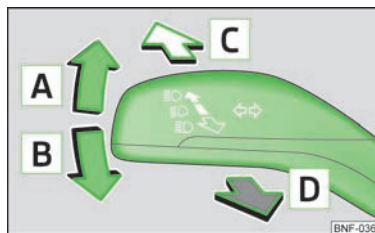

Fig. 24
- Para ligar os máximos, pressione a alavanca dos máximos para a frente » Fig. 24.
- Pressione a alavanca para cima **A** » Fig. 24 ou para baixo **B**.
- Pressione a alavanca para a frente no sentido da seta **C** » Fig. 24.
- Puxe a alavanca na direcção do volante (posição suspensa), no sentido da seta **D** » Fig. 24 - os máximos e a luz de controlo  acendem-se no painel de instrumentos.